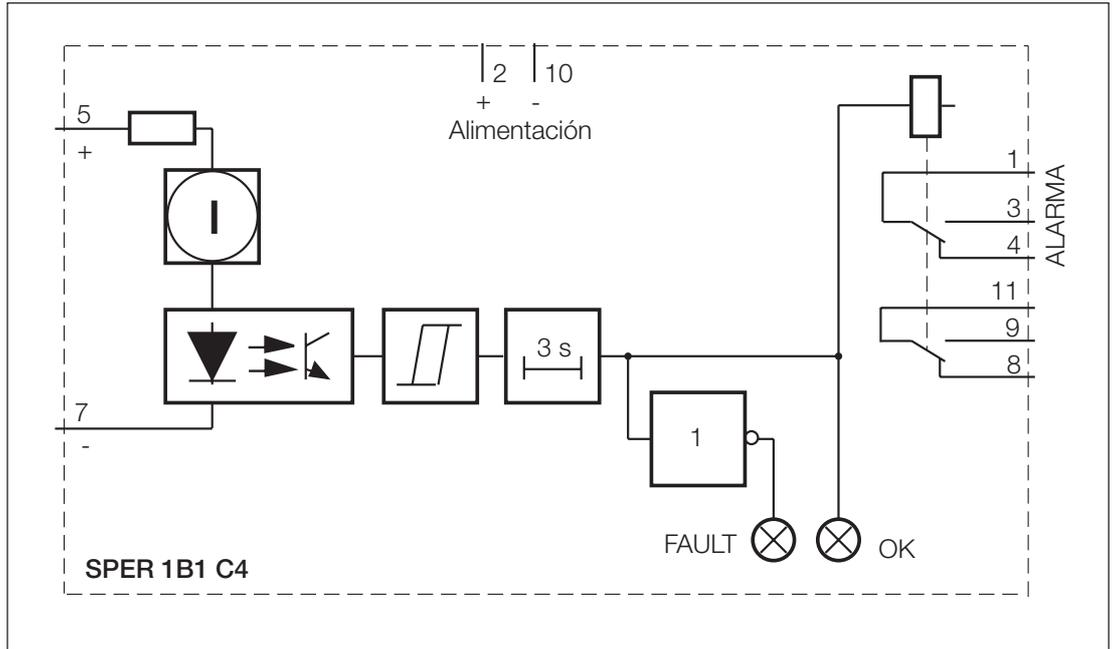

Fig. 1. Diagrama en bloque para el relé de supervisión SPER 1B1 C4.
El generador de corriente constante (I) del circuito conductor alimenta una pequeña corriente I_c de aprox. 1,5-5 mA, dependiendo del tipo de relé empleado, a través del circuito a monitorear. Las entradas de contacto 5-7 de SPER 1B1 C4 o 11-21 de SPER 1C1 o SPER 1C2 están conectadas sobre el contacto de control NO (f) de modo que la corriente de medición fluye entre los polos de la tensión de control (véase Figs. 1, 2 y 3).